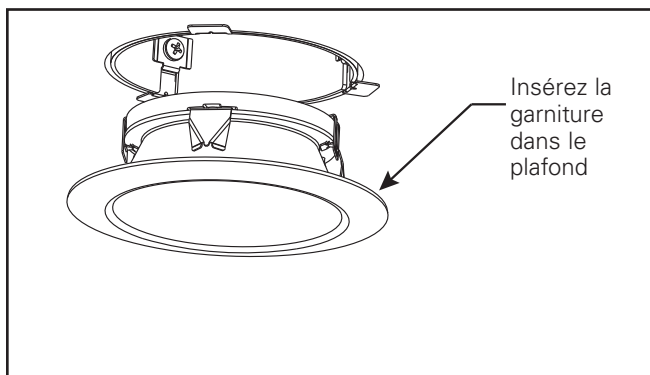

Figure 6
1. Insérez la garniture dans l'ouverture du module à DEL jusqu'à ce qu'elle soit égale au plafond (voir la figure 6).